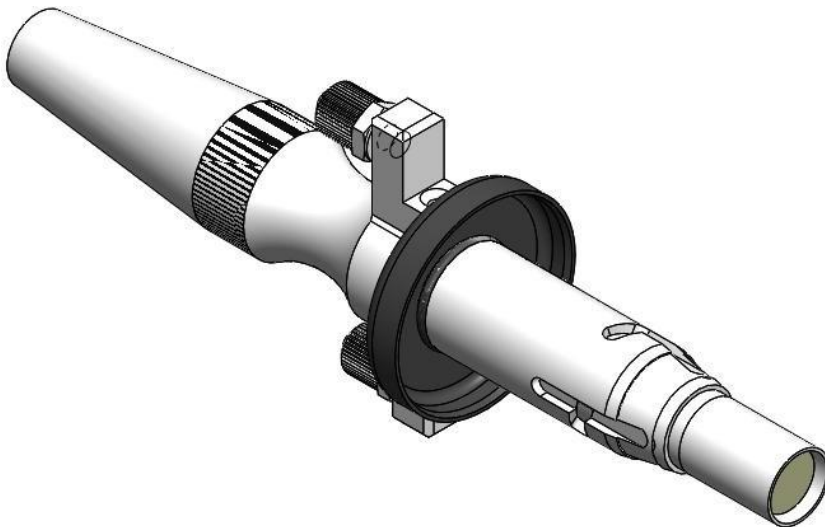

图2.3
- ② 将配件中白色小盒子内的防尘套套进光纤头上，如下图2.3所示：